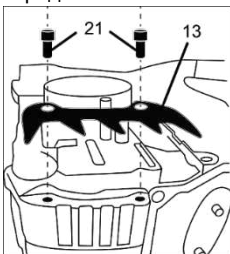

Рисунок 2
- Встановіть на передній частині корпусу зубчастий упор (13, рисунок 2) та зафіксуйте його гвинтами (21, рисунок 2) з комплекту постачання.